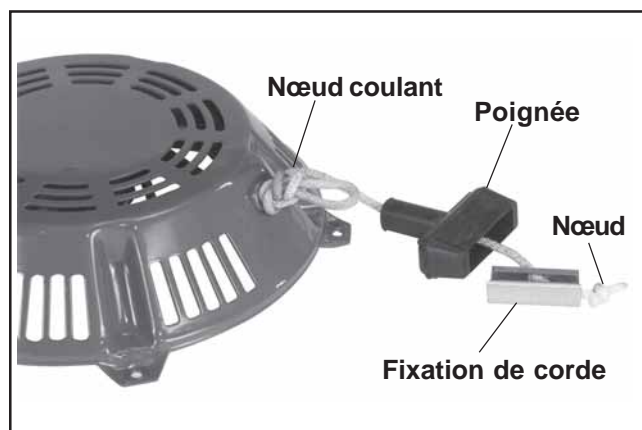

Figure 7-2. Dépose de la poignée du démarreur.
2. Tirer la corde d'environ 12" et faire un nœud (coulant) provisoire afin de l'empêcher de se rétracter dans le démarreur. Voir la Figure 7-2.